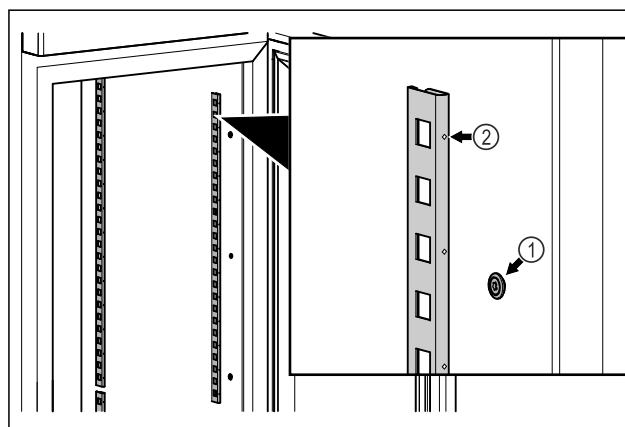

Fig. 48 Ilustratīvs attēlojums
- ▶ Iekabiniet aizturu līstes viru mehānismā Fig. 48 (1). Atzīmei Fig. 48 (2) jābūt vērstai virzienā uz priekšu.